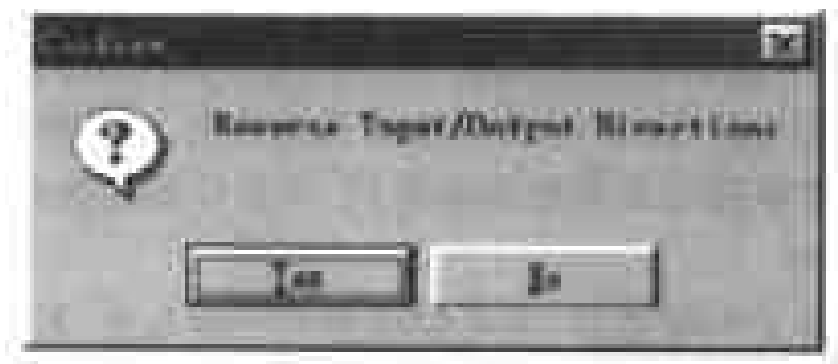

图 4-16 转换输入/输出方向的对话框
(2) 此时鼠标箭头变为十字光标,在总图图纸中移动十字光标,单击左边的方块电路,弹出如图 4-16 所示的对话框。